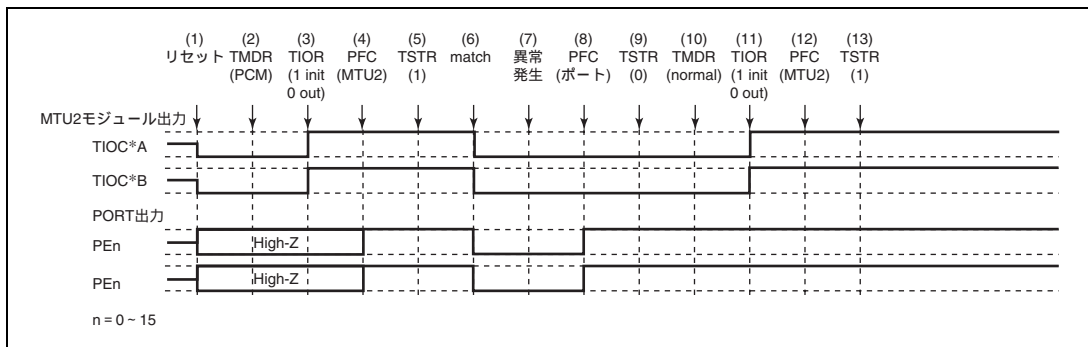

図 11.131 位相計数モードで異常が発生し、ノーマルモードで復帰する場合
位相計数モードで異常が発生し、再設定後ノーマルモードで再スタートする場合の説明図を図 11.131 に示します。
(1) ~ (9) は図 11.131 と共通です。
(10) PWM モード 1 を設定します。
(11) TIOR で端子を初期化してください (PWM モード 1 では TIOC*B 側は初期化されません)。
(12) 汎用入出力ポートで本モジュール出力としてください。
(13) TSTR で再スタートします。
(19) 位相計数モードで動作中に異常が発生し、PWM モード 2 で再スタートする場合の動作
(10) PWM モード 2 を設定します。
(11) TIOR で端子を初期化してください (PWM モード 2 では周期レジスタの端子は初期化されません)。
(12) 汎用入力ポートで本モジュール出力としてください。
(20) 位相計数モードで動作中に異常が発生し、位相計数モードで再スタートする場合の動作
(10) 位相計数モードで再スタートする場合には必要ありません。
(11) TIOR で端子を初期化してください。
(21) 相補 PWM モードで動作中に異常が発生し、ノーマルモードで再スタートする場合の動作